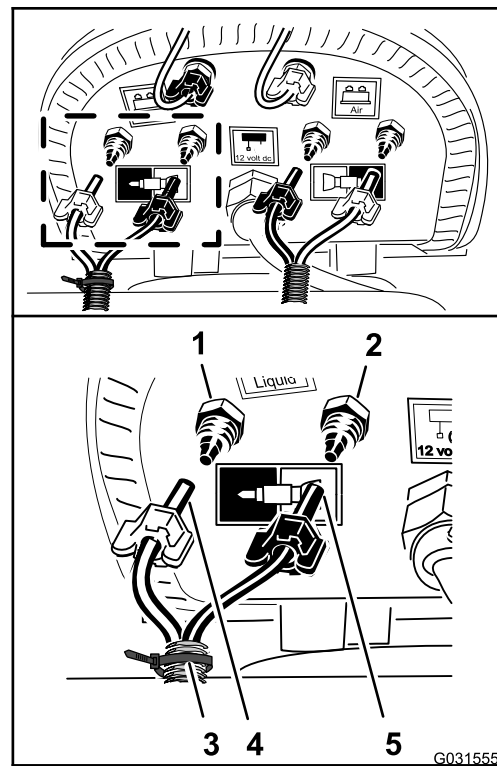

Figura 145
- Conecte usando la brida que preparó en el paso 9 de Preparación de los conjuntos de tubos nuevos para las boquillas del marcador de espuma (página 16), alineando el tubo azul del sección de fumigación derecha con el acoplamiento de compresión del circuito de agua de la sección de fumigación derecha (Figura 145).
- Ensamble la tuerca de compresión del tubo en el acoplamiento y apriete la tuerca a mano (Figura 145).
- Alinee el tubo transparente de la sección de fumigación derecha con el acoplamiento de compresión del circuito de aire de la sección de fumigación derecha (Figura 145).